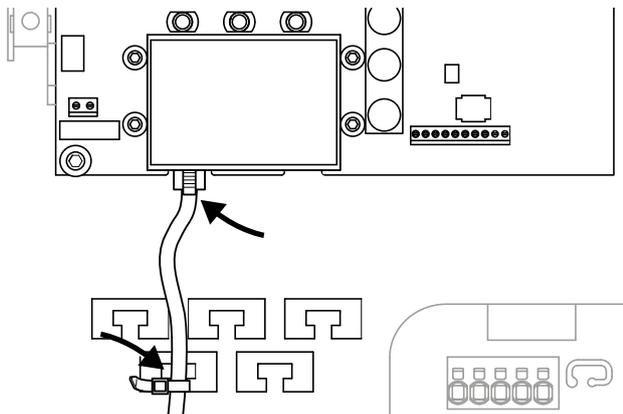

Fig. 35 : fixation du câble sur le support de câbles
1. Fixer correctement tous les câbles avec un serre-câble sur le support de câbles.  **Fig. 35**